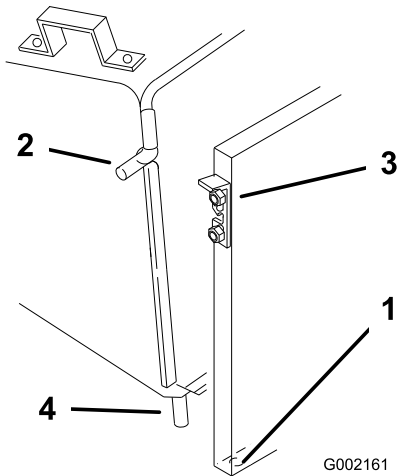

Figure 10
1. Insérez les goupilles inférieures de l'armature du système de ramassage dans les trous du panneau arrière (Figure 10).
2. Soulevez les verrous et glissez les goupilles latérales de l'armature à l'intérieur (Figure 10).
4. Insérez les goupilles inférieures de l'armature du système de ramassage dans les trous du panneau arrière (Figure 10).
5. Soulevez les verrous et glissez les goupilles latérales de l'armature à l'intérieur (Figure 10).
5. Insérez les goupilles inférieures de l'armature du système de ramassage dans les trous du panneau arrière (Figure 10).
6. Soulevez les verrous et glissez les goupilles latérales de l'armature à l'intérieur (Figure 10).